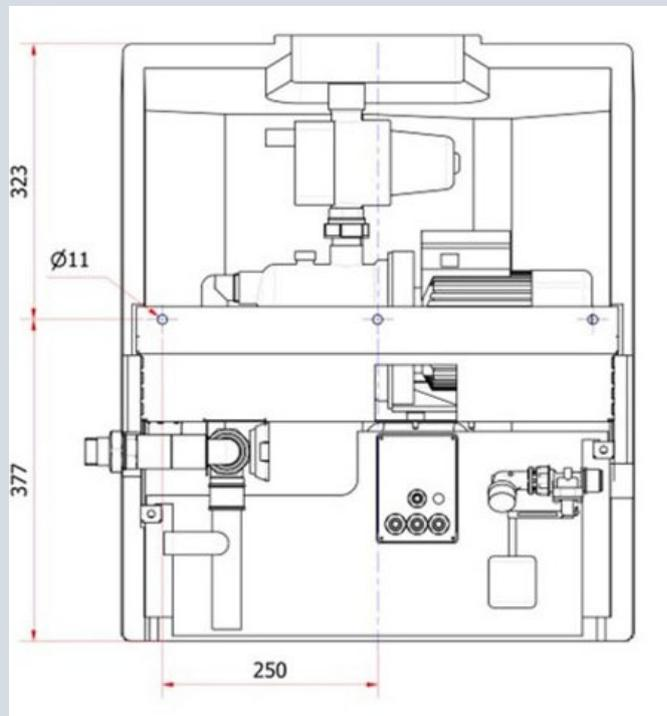

Abbildung 3: Anschlussmaße
- ▶ Um den Wandhalter schallentkoppelt zu montieren, die 3 Gummitüllen in die Bohrungen des Wandhalters stecken, dicke Seite der Gummitülle Richtung Hauswand (siehe Abbildung 3: Wandmontage Bild links).
- ▶ Wandhalterung mit den Gummitüllen mittels Schrauben und Unterlegscheiben sicher befestigen (siehe Abbildung 3: Wandmontage Bild links). Darauf achten, dass